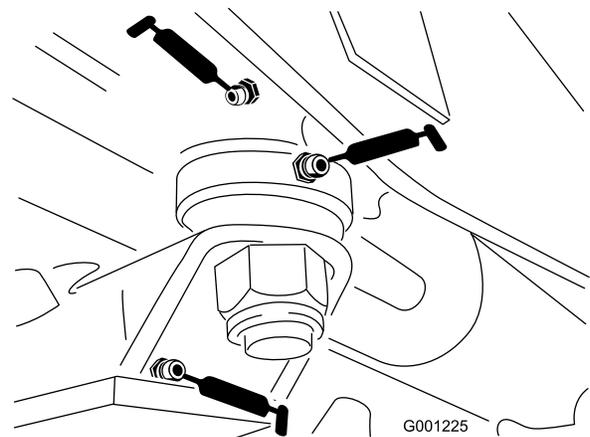

Bild 44
- Lenkplattenbüchsen (Bild 44)
- Achszapfenbüchse (Bild 44)